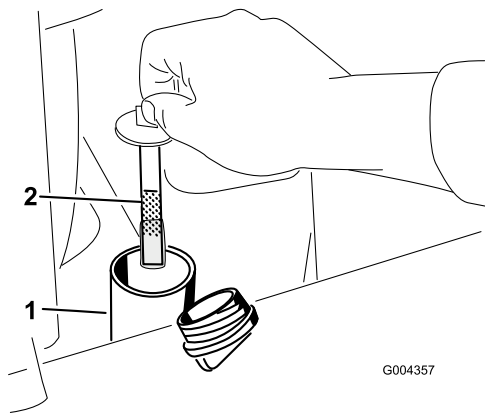

Figure 18
6. Enlevez le bouchon du goulot de remplissage et vérifiez le niveau de liquide sur la jauge (Figure 18). Il doit se situer entre les repères de la jauge.